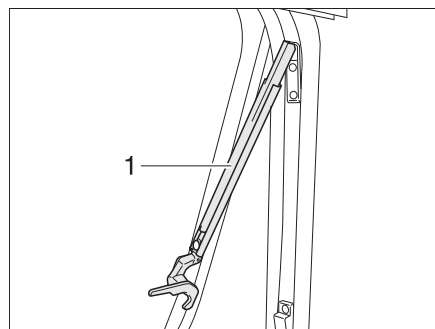

Fig. 71 Ventana abatible con soportes automáticos, abierta
- Abrir la ventana abatible hasta la posición de enclavamiento deseada. El soporte automático (Fig. 71,1) engatilla automáticamente.